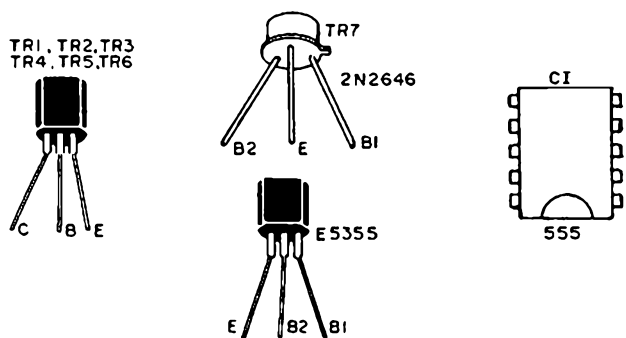

Figura 9
3. O transistor unijunção não deve ser confundido com os demais (TR7). Este componente tem posição certa para ser ligado, devendo a mesma ser observada com cuidado. Veja na figura 9 a disposição dos seus terminais comparando então com a placa de circuito impresso.